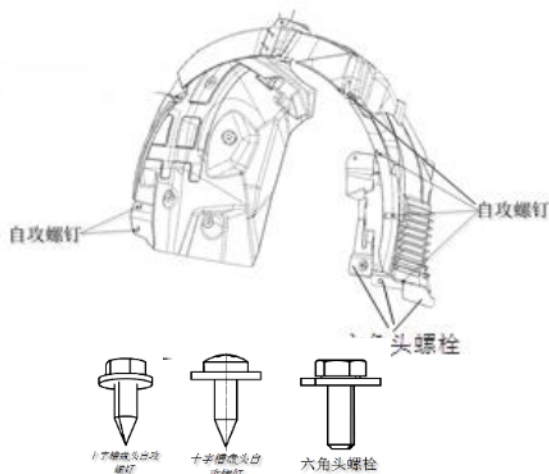

图 2-11
(1) 用十字螺丝刀拆卸与前保险杠连接的 4 个螺钉，拆除后侧与裙板连接的 2 个自攻螺钉，以及与发动机挡泥板连接的 3 个六角头螺栓，如图 2-11 所示：